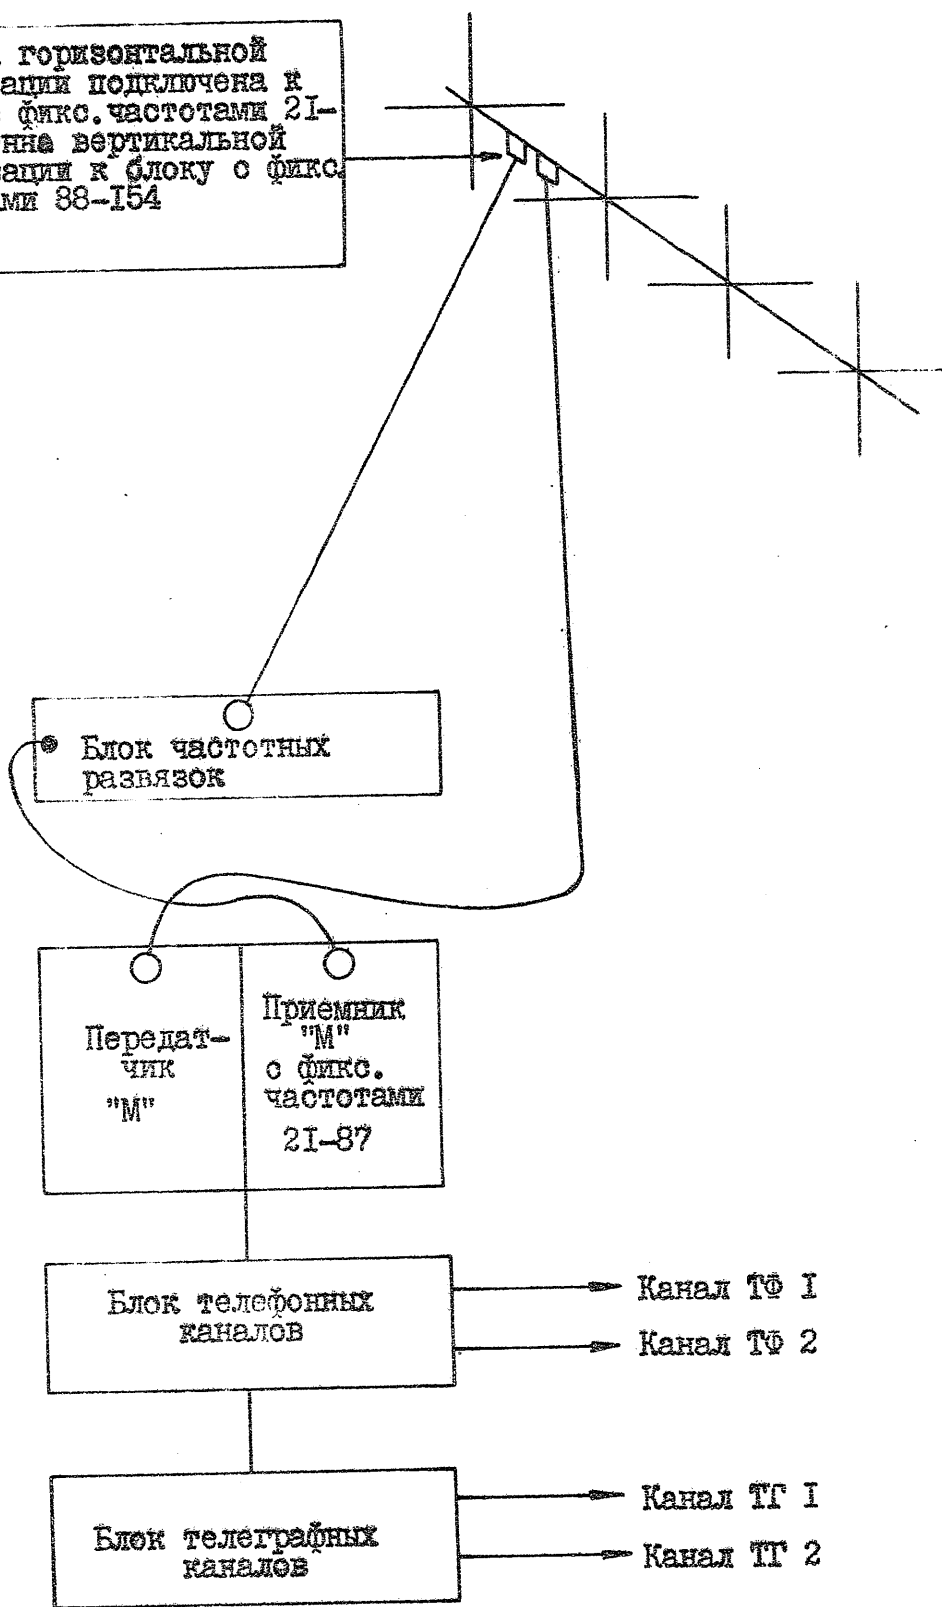

Рис. 21.
4.8.7.1.- Подключить антенные фидера к высокочастотным фишкам приемника и передатчика согласно установленным частотам /см. рис.21 и 22./